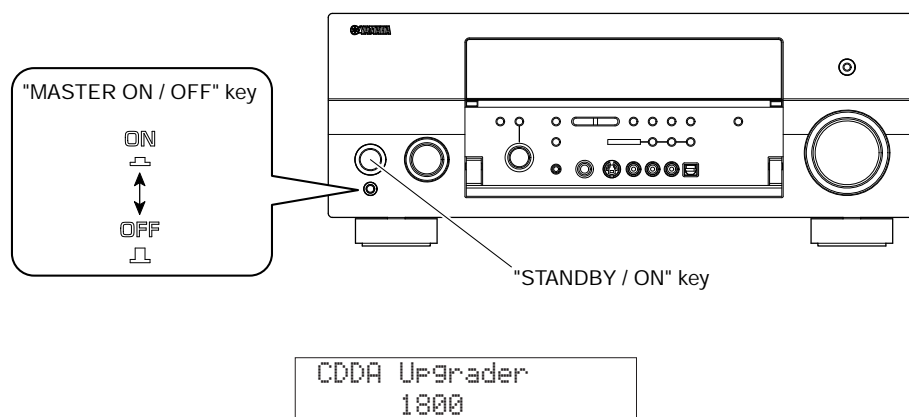

Fig. 2
3. Press the "MASTER ON/OFF" key of the main unit to set it to the ON state. (Fig. 2)
4. While pressing the "STANDBY/ON" key of the main unit, connect the power cable of the main unit to the AC outlet. (Fig. 2)
<CDDA Upgrader 1800> is displayed. (Fig. 2)
3. 本機の"MASTER ON/OFF"キーを押して、ONの状態にします。(Fig. 2)
4. 本機の"STANDBY/ON"キーを押しながら、本機の電源コードをACコンセントに接続します。(Fig. 2)
<CDDA Upgrader 1800>が表示されます。(Fig. 2)